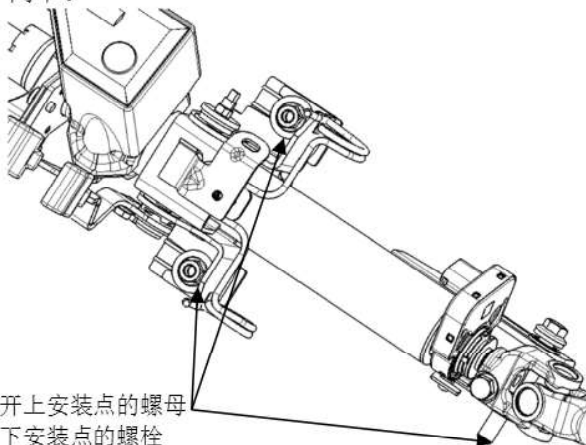

图 4-22
(1) 确认所有与管柱连接的线束均已脱开。
(2) 松开管柱上安装点的螺母与下安装点的螺栓，如图 4-22 所示，取下转向管柱及万向节。